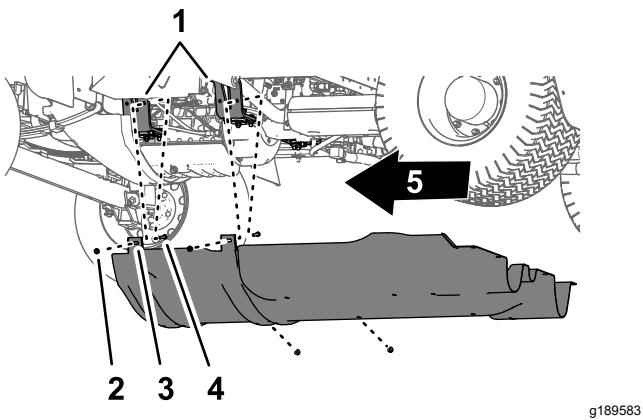

Bild 56
2. Nehmen Sie die vier Sicherungsbundmutter (5/16") von den Schrauben und der Schlossschraube ab, mit denen die Befestigungsnasen der Fahrwerkabdeckung an den Befestigungshalterungen des Motors der Maschine befestigt sind (Bild 56).
4. Nehmen Sie die Fahrwerkabdeckung von der Maschine ab (Bild 55 und Bild 56).
1. Fluchten Sie die Fahrwerkabdeckung mit dem unteren Chassis der Maschine aus, siehe Bild 56 in Entfernen der Fahrwerkabdeckung \(Seite 53\).
2. Schieben Sie die Befestigungsnasen der Fahrwerkabdeckung über die Schrauben und die Schlossschraube an den Motorbefestigungshalterungen der Maschine, siehe Bild 56 in Entfernen der Fahrwerkabdeckung \(Seite 53\).
3. Befestigen Sie die Fahrwerkabdeckung mit den vier Sicherungsbundmutter (5/16"), die Sie in Schritt 2 von Entfernen der Fahrwerkabdeckung \(Seite 53\) entfernt haben, an den Befestigungshalterungen des Motors (Bild 56).